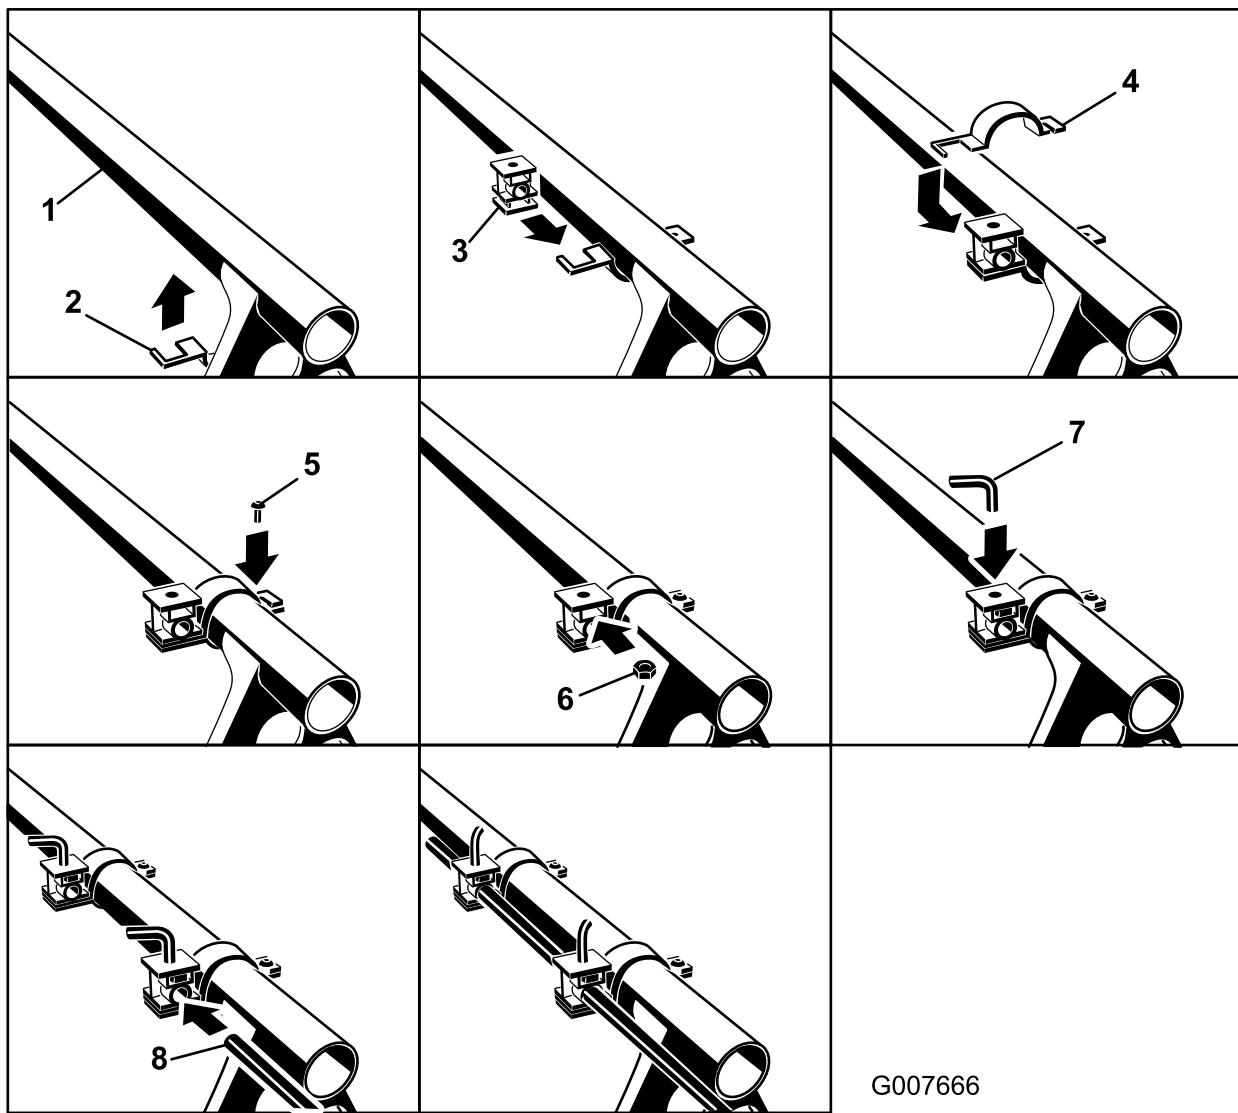

Figura 13
2. localize os suportes de montagem e espaçador do bico de espuma. Instale o primeiro suporte 8 a 10 cm da extremidade do pólo de suporte da rampa superior. Monte o suporte e espaçador como se mostra em (Figura 13).